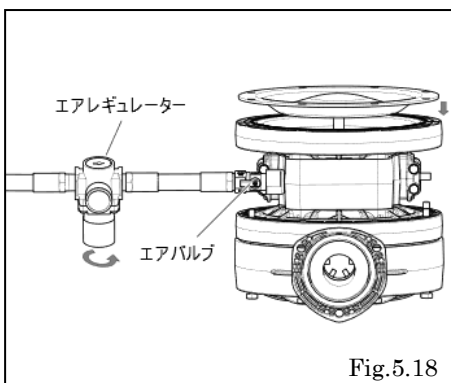

Fig.5.18
- ・ リセットボタンを押してエアバルブを開き、エアレギュレーターを徐々に開きエアを供給 (0.1 MPa 未満) すると、ダイアフラムがゆっくり移動する。(0.1 MPa でダイアフラムが動かない場合、エア供給を停止し、ポンプの組み立て方法に間違いがないか確認する)〔Fig.5.18〕